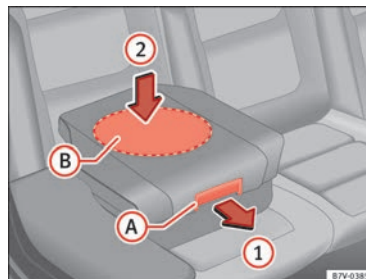

Fig. 33 Asiento integrado para niños: bajar el cojín.
- Tire del cojín hacia adelante por la palanca de desbloqueo ⇒ fig. 33 (A) en la dirección de la flecha ①.
- Empuje el cojín hacia abajo por la zona central (B) en la dirección de la flecha ② para que encastre de forma segura ⇒ ③. Los soportes laterales se abatan automáticamente.